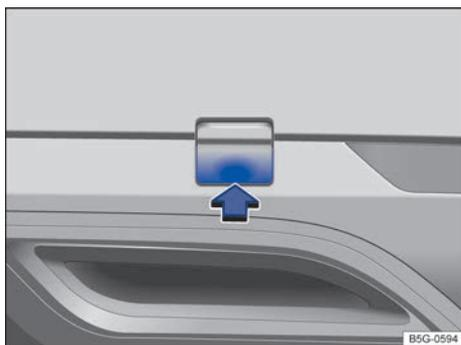

Fig. 210 En el lado derecho del paragolpes trasero: retirar la tapa.
- Presione sobre la zona inferior de la tapa → fig. 210 en el sentido de la flecha para desenganchar esta.